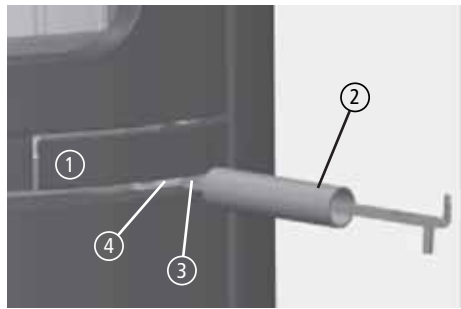

Abb. 4.2 Türgriff und Bediengriff
Den VISPA können Sie mit dem abnehmbaren Bediengriff ② („kalte Hand“) öffnen. Dazu wird dieser Bediengriff mit dem flachen, kurzen Steg ③ in die Nut unterhalb des Türgriffs ④ gesteckt (siehe Abb. 4.2).